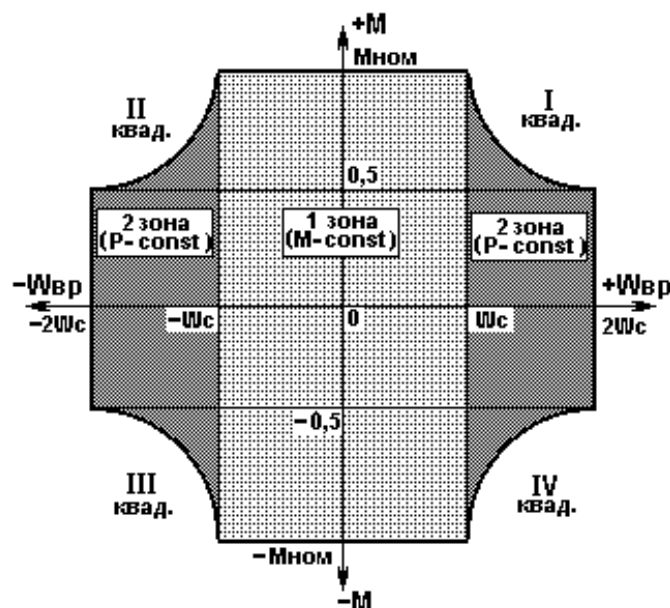

Рис. 3.1 Механические характеристики электропривода
Электроприводы обеспечивают четырехквadrантную двухзонную механическую характеристику (см. рис.3.1). Работа в первом(I) и третьем(III) квадранте длительная (S1), во втором(II) и четвертом(IV) – повторно-кратковременная (S2). Первая зона механических характеристик (от 1 до 50 Гц) формируется с постоянством момента на валу двигателя, вторая зона (от 50 Гц до 100 Гц) с постоянством мощности. Существует возможность пуска на вращающийся двигатель (режим «САМОПОДХВАТ»).